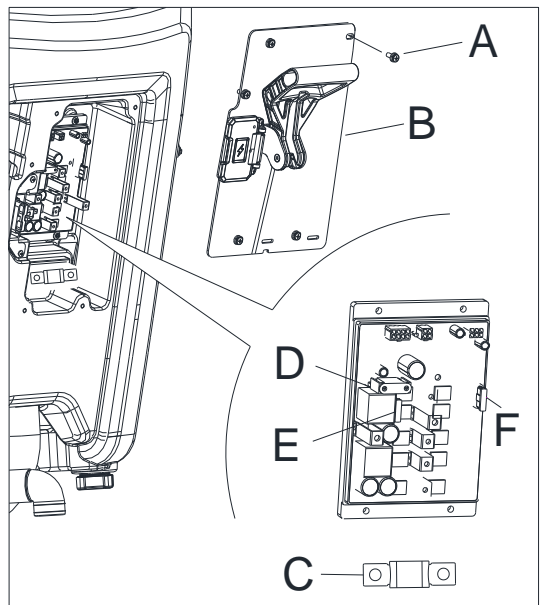

Abbildung 28
3. Entfernen Sie die Schrauben (A, Abb. 28) an der Steuerkastenabdeckung (B).
- a) Sicherung F1 (D, Abb. 28), Bürstensicherung (80A)
- b) Sicherung F2 (E, Abb. 28), Vakuumsicherung (40A)
- c) Sicherung F3 (F, Abb. 28), Steuerplatinensicherung (2A)
- d) Sicherung F4 (C, Abb. 28), Hauptsicherung (100A)